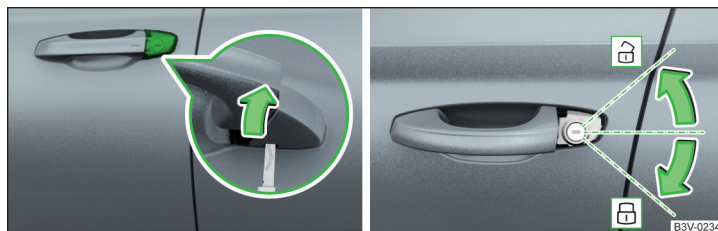

Abb. 246 Griff an der Fahrertür: Schlossabdeckung aufklappen / ent- und verriegeln
- › Den Schlüssel in die Aussparung an der Unterseite der Abdeckung einschieben und die Abdeckung in Pfeilrichtung aufklappen » Abb. 246.